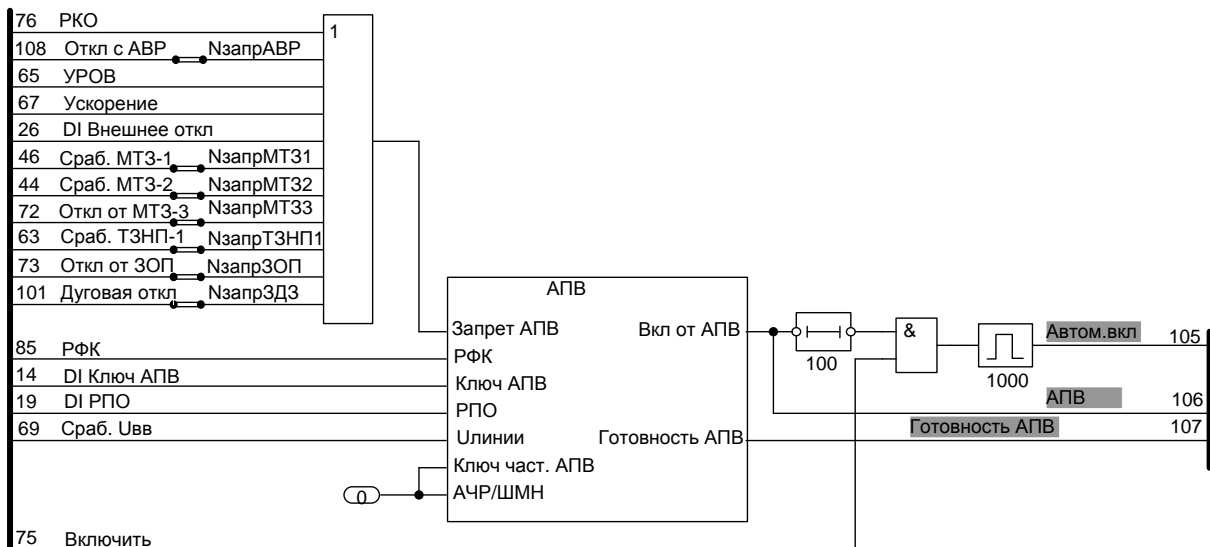

Рисунок 38 – АПВ
2.20.1.1 В устройстве предусмотрена функция АПВ с пуском при несоответствии положения выключателя и ранее поданной оперативной команды (рисунок 38). Для исключения повторного включения при отключении от релейной защиты непосредственно после включения предусмотрен таймер времени готовности АПВ равный 25 с. Второй цикл АПВ обрабатывает, если после включения выключателя в первом цикле АПВ происходит повторное отключение выключателя в течение времени готовности АПВ.